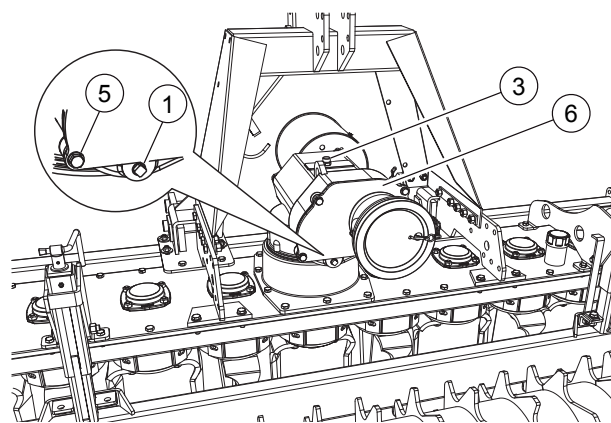

FIG. 39
- Destornillar los pernos (5, “Fig. 39”). Quitar la tapa (6).
Para controlar el nivel de aceite en la caja de cambio desenroscar el tapón con la varilla (3, “Fig. 39”). Controlar el nivel con la escala de la varilla. Si es necesario añadir hasta llegar a nivel.